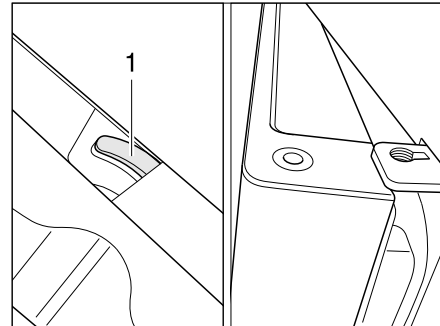

Bild 141 Kühlschranktür/Frosterfachtür in Lüftungsstellung (Dometic 7er-Reihe mit separatem Frosterfach)
- Verriegelung ganz nach rechts schieben. Die Kühlschranktür/Frosterfachtür ist mit Hilfe der Türarretierung (Bild 141,1) fixiert. Die Kühlschranktür/Frosterfachtür bleibt damit leicht geöffnet (Bild 141).